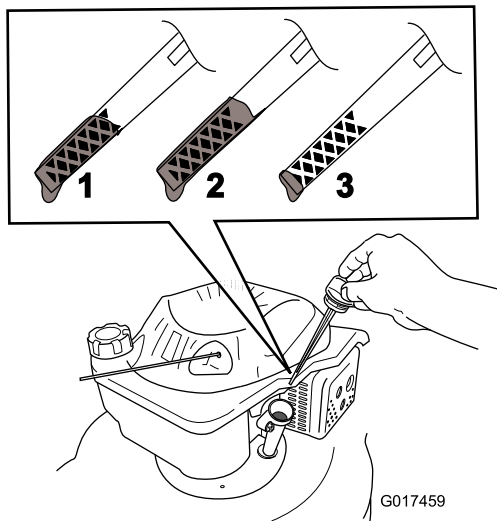

Figure 10
- Retirez la jauge (Figure 10).
- Sortez de nouveau la jauge et vérifiez le niveau d'huile; voir Figure 10.